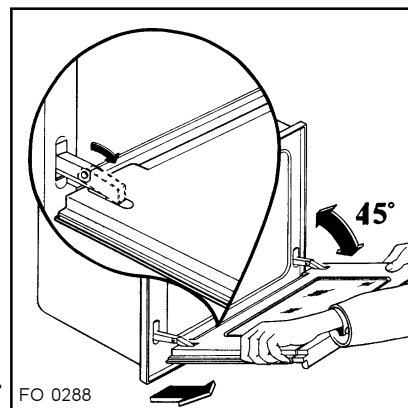

Fig. 7
- b) individuate le due cerniere che sostengono la porta (fig. 7);
- c) alzate e ruotate le levette poste sulle due cerniere (fig. 7);
- e) tirate la porta verso di Voi, estraendola dalla sua sede (fig. 7);